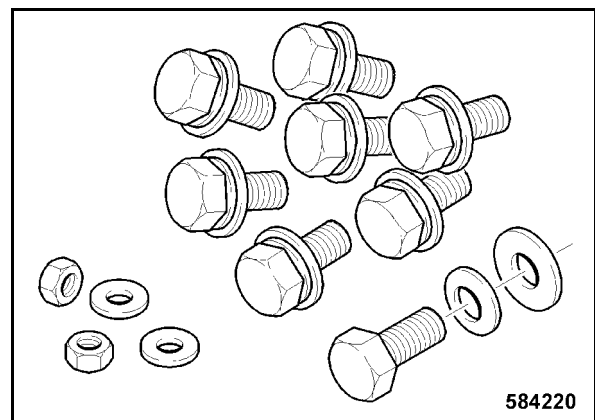

Fig. 200
- Comprobar si están presentes todos los tornillos de fijación, arandelas, arandelas distanciadoras y tuercas para la fijación de la cabina (Fig. 200).